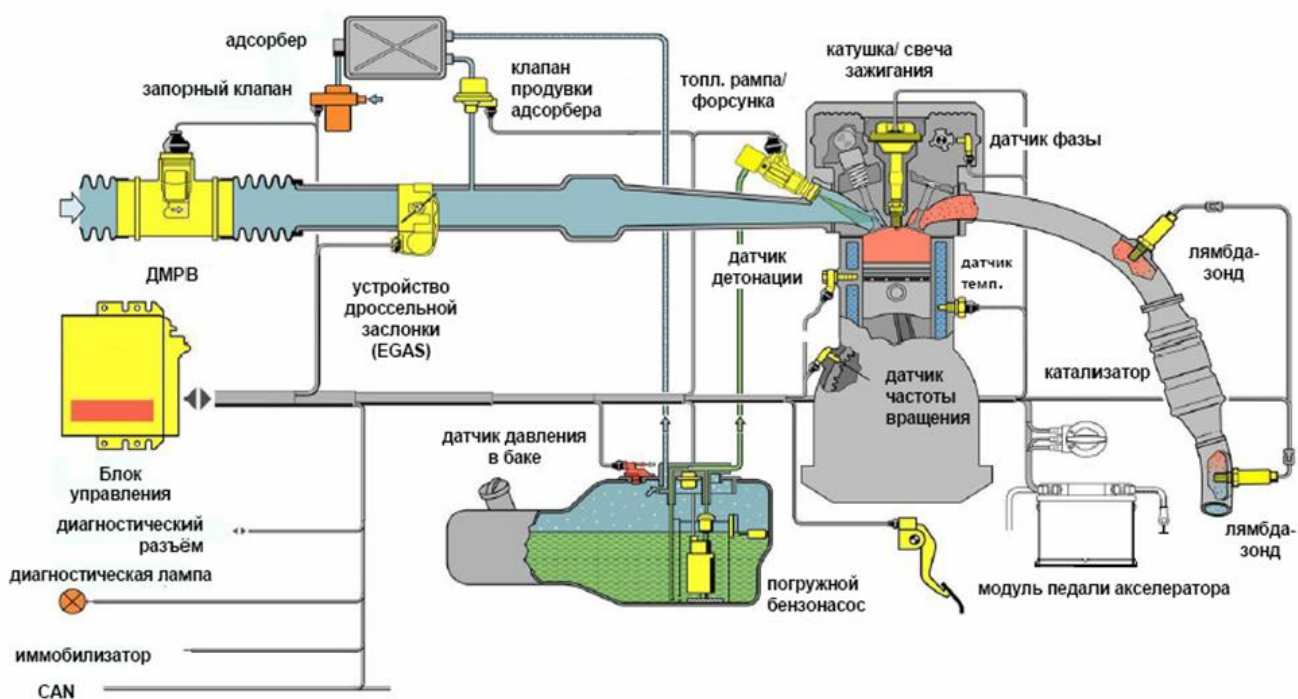

Рис.38. Принципиальная схема системы управления
- внедрение системы бортовой европейской диагностики **EOBD**, контролирующей техническое состояние компонентов системы, ответственных за превышение предельных значений вредных веществ в отработавших газах автомобиля. Принципиальная схема системы управления показана на рис.38. Схема электрических соединений системы управления двигателем приведена в прил. 1.